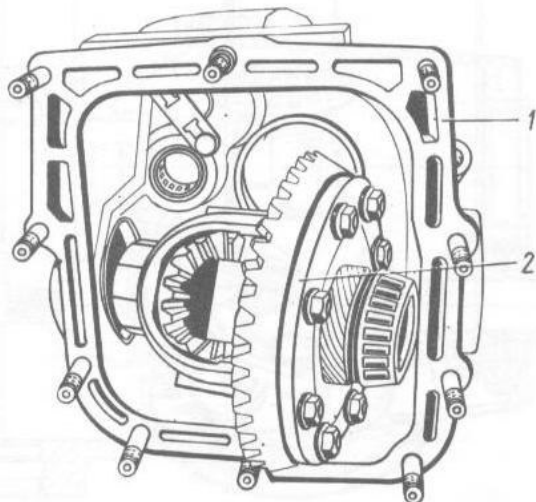

Bild 3-141. Einbau des Ausgleichgetriebes in Achsgetriebekasten:
- das teilzusammengebaute Ausgleichgetriebe 2 (Bild 3-141) wird in den Achsgetriebekasten 1 durch eine Öffnung des Kastens an der Seite des Kupplungsgehäuses mit aufeinanderfolgendem Einführen der Gehäusezapfen eingebracht, wobei man mit dem Zapfen beginnt, der dem Flansch des Ausgleichgehäuses entgegengesetzt ist;